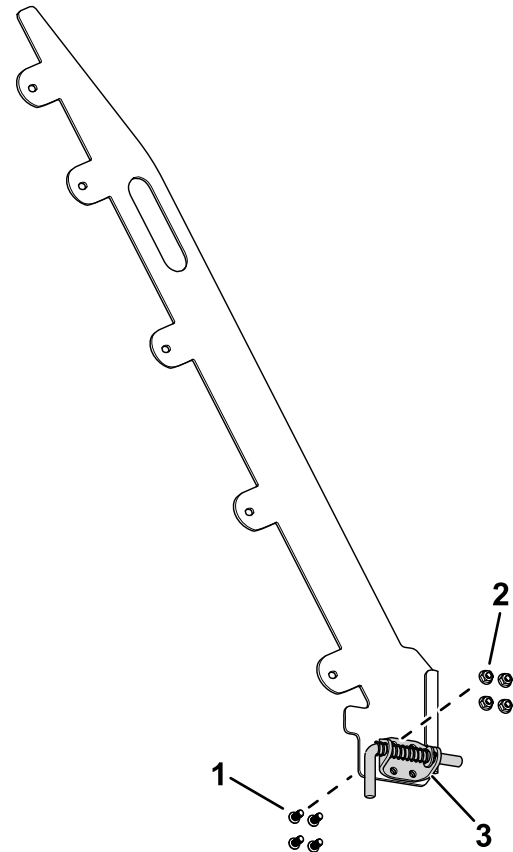

**Figura 8**
10. Utilizzate 10 viti a testa esagonale per fissare i coperchi della catena ai gruppi rampa (Figura 8).